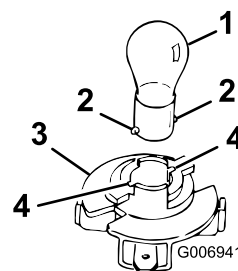

Figure 53
2. Introduisez le culot dans l'embase (Figure 53).
4. Introduisez l'ampoule et tournez-la dans le sens antihoraire jusqu'à la butée (approx.. 1/4 tour) puis retirez-la de l'embase (Figure 53).